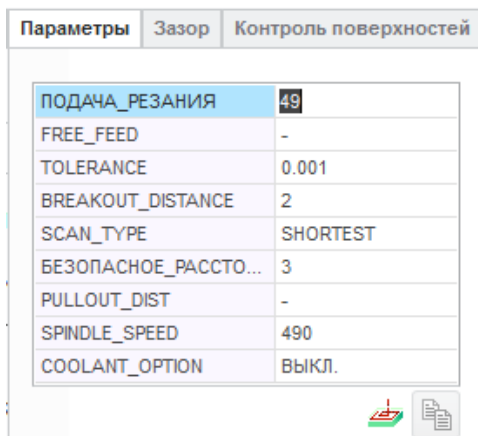

Рисунок 18 – Вкладка «Параметры»
11. Далее во вкладке «Параметры» укажите данные, показанные на рис. 18.